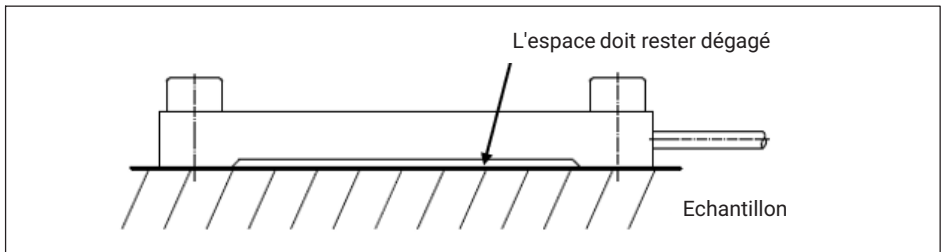

Fig. 7.2 Montage de l'extensomètre
- Une illustration du montage de l'extensomètre est disponible à la Fig. 7.2.
- L'extensomètre ne doit pas prendre appui dans la zone centrale en saillie (voir Fig. 7.2) et doit être monté exempt de toute déformation.